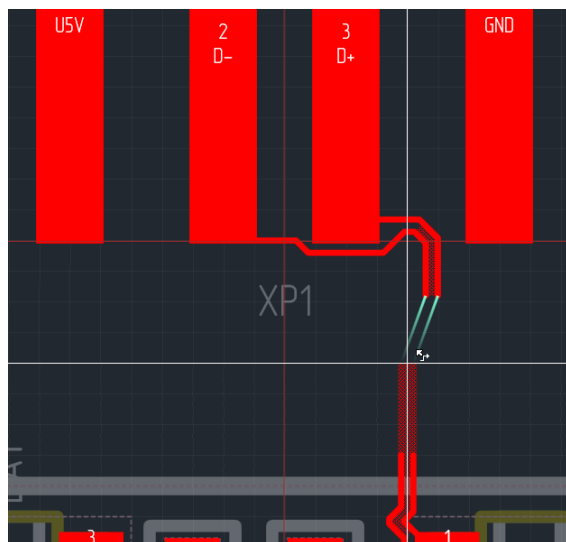

Рис. 304 Соединение двух участков диффпары
- Построить необходимое схождение как начальное, а затем соединить два участка линии, см. Рис. 304 (см. раздел Продолжение незавершенной диффпары).